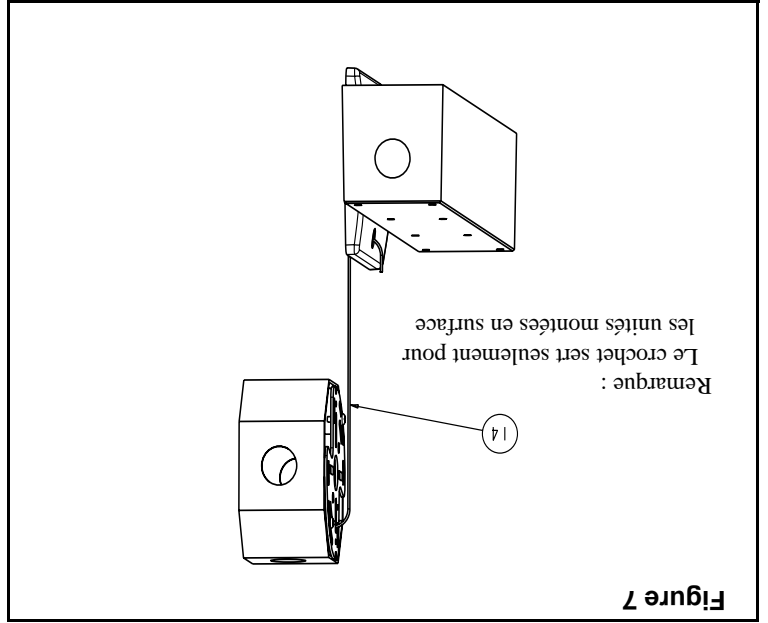

Figure 7
4. **Connexions electriques (Figures 7,8,9)**